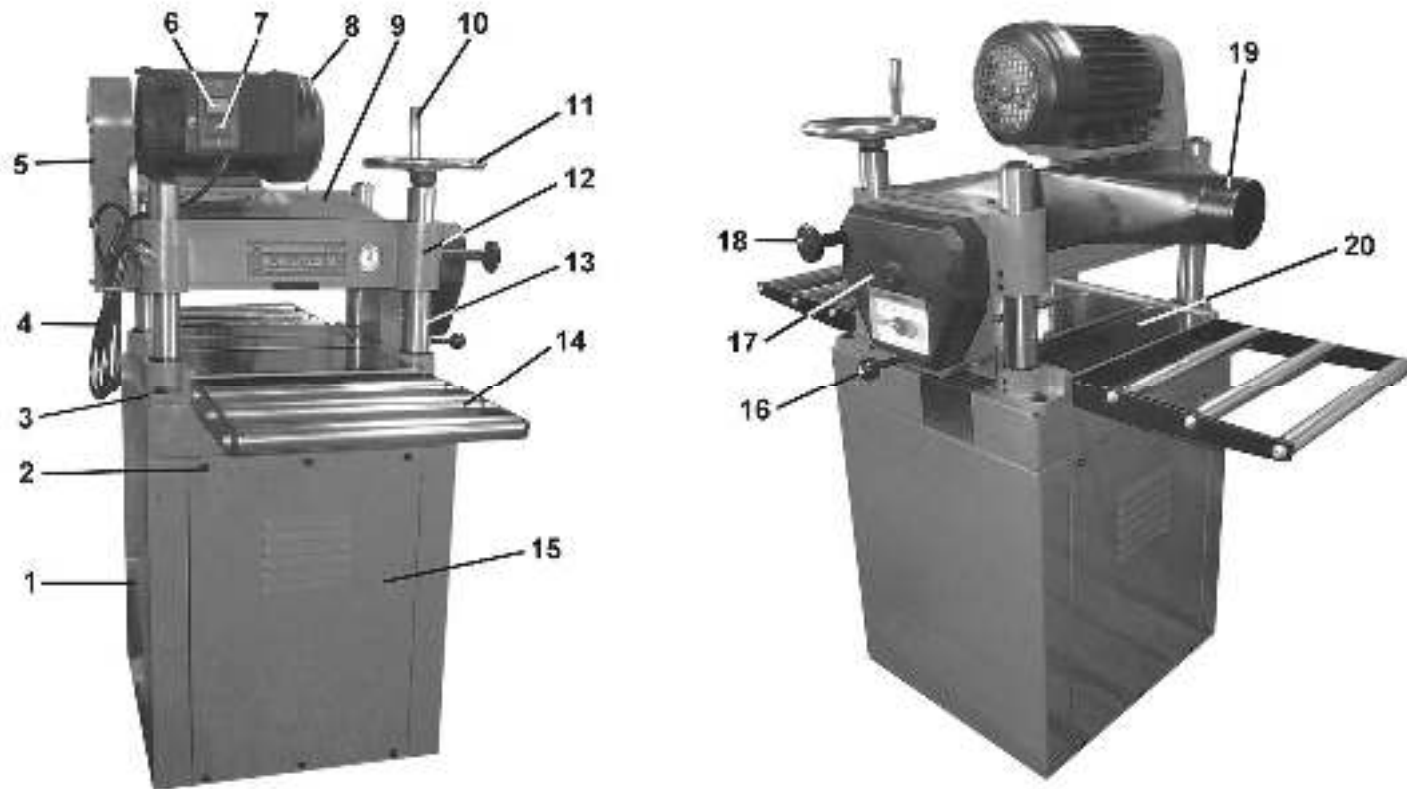

Рис. 4
7. УСТРОЙСТВО СТАНКА (Рис. 4)
Станок оснащен магнитным пускателем, предотвращающим самопроизвольное включение станка после несанкционированного отключения питания. Станок включается нажатием зеленой кнопки (6), а отключается нажатием на красную кнопку (7) магнитного пускателя, Рис.4.